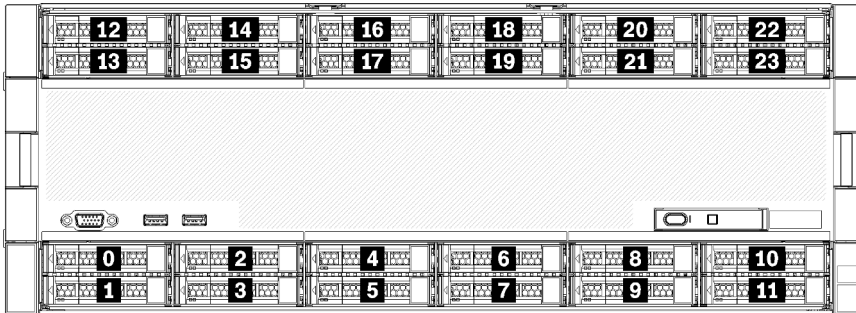

Figura 5. Ubicaciones de bahías de unidad
- Las dos unidades superiores admiten unidades de interfaz SAS, SATA o NVMe (Lenovo AnyBay). El servidor puede admitir hasta 12 unidades NVMe, según la configuración del servidor. Las bahías de unidad con capacidades NVMe son las bahías pares, como se muestra en Figura 5 “Ubicaciones de bahías de unidad” en la página 20.